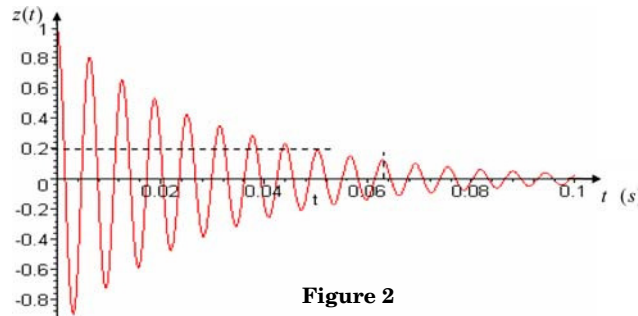

Figure 2
c) On enregistre (cf. figure 2) l'évolution temporelle suivante pour $z(t)$ (en cm) :